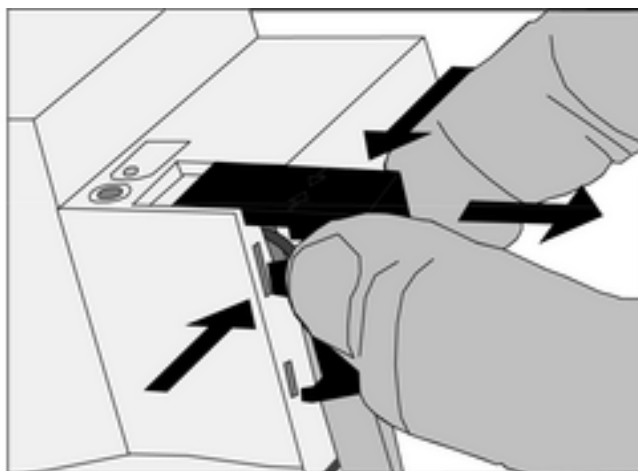

Рисунок 7: Снятие защитной крышки
- Надавить на защитную крышку сбоку и снять ее (рисунок 7).